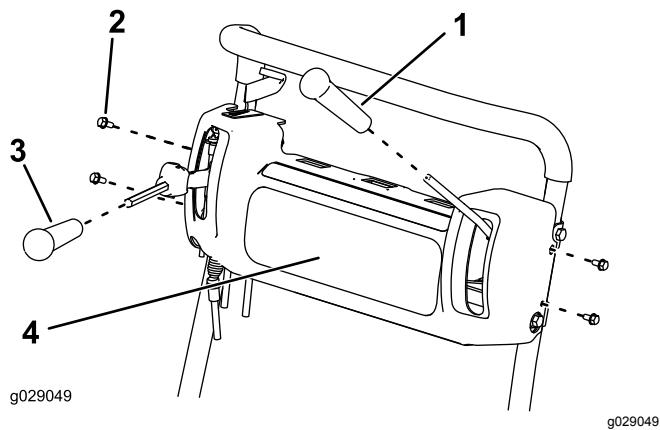

Figura 3
6. Retire las empuñaduras de las palancas de freno y tracción (Figura 3).
7. Retire y deseche la cubierta de la consola (Figura 3).